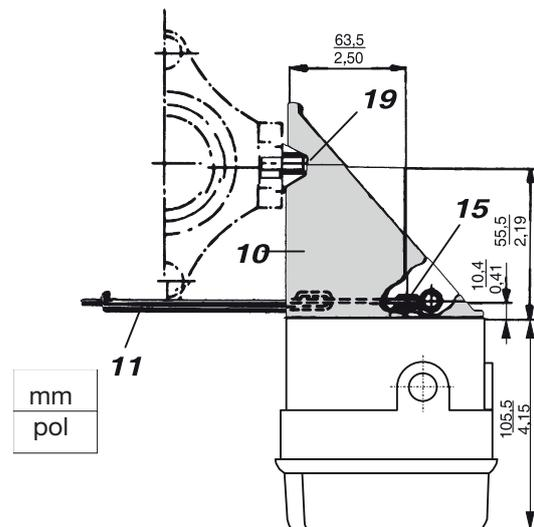
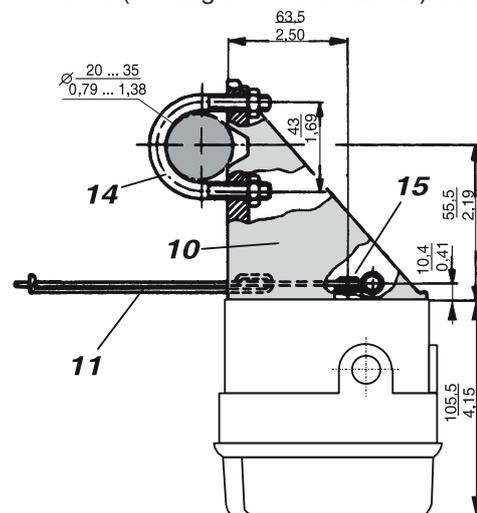

Fig. 10: Conexão do atuador de diafragma com acopladores moldados, conforme DIN IEC 534-6 (montagem no lado direito) Código G
Fig. 11: Conexão do atuador de diafragma com colunas, conforme IEC 534-6 (montagem no lado direito) Código F
- Aperte o posicionador com o suporte de montagem **10** no atuador de diafragma. Para atuadores de diafragma FOXBORO ECKARDT com acopladores moldados: aperte o suporte de montagem **10** com o parafuso **19** no orifício rosqueado do acoplador moldado (consulte a Fig. 10). Isso garante que a alavanca de realimentação **11** permaneça horizontal a um curso de 50%. Para atuadores de diafragma com colunas: aperte o suporte de montagem **10** com dois parafusos em U **14** na coluna, de modo que a alavanca de realimentação **11** (que está frouxamente conectada ao eixo **15** do posicionador e ao parafuso viajante **12**) fique disposta horizontalmente a 50% do curso (consulte a Fig. 11).